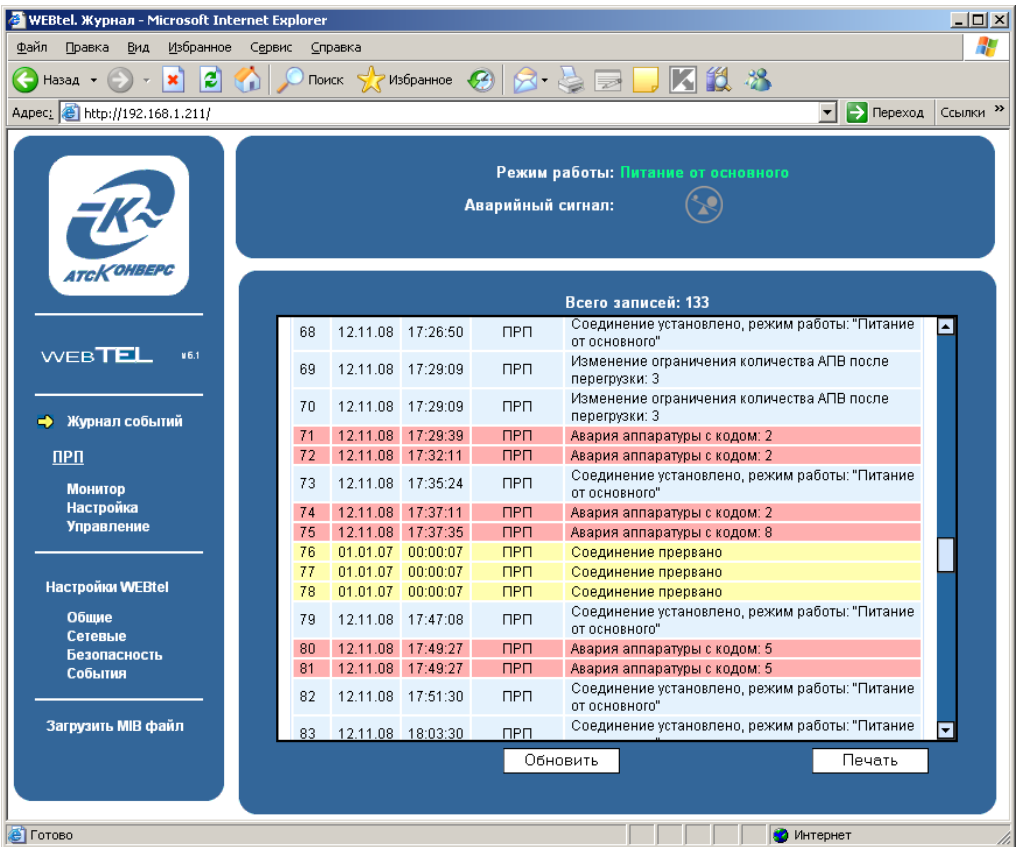

Рисунок 12 – Страница просмотра журнала событий
7.6.1 На странице просмотра журнала событий (рисунок 12) в текстовой форме представлены описания событий, которые происходили с момента первого включения электропитания адаптера.